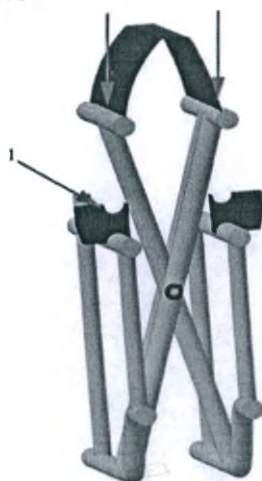
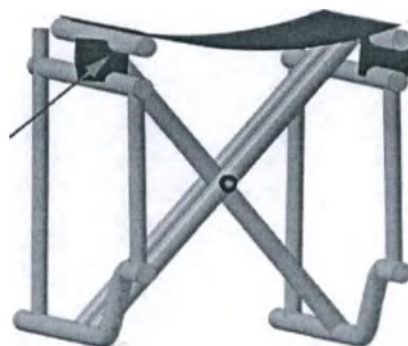

Рис.1.5
Рис.1.6
5.4.1 Рама кресла изготовлена из металла с порошковым напылением. Коляска поставляется в сложенном виде. Для того что бы разложить раму коляски нажмите на трубы сиденья как показано на рис.1.5. Важно, чтобы трубы попали в ловители на
раме (поз.1, рис.1.5). Труба должна полностью войти в ловитель как показано на рис.1.6